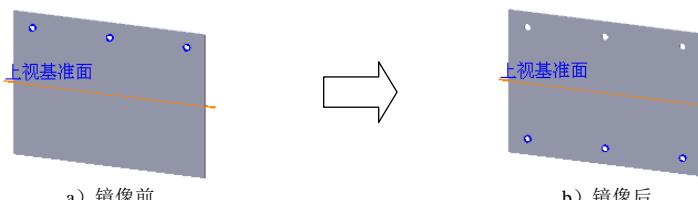

图 17.2.9 镜像 2
Step6. 创建图 17.2.9 所示的镜像 2。选择命令。选择下拉菜单 **插入(I)** → **阵列/镜向(E)** → **镜向(M)...** 命令。在设计树中选择上视基准面为镜像基准面，在设计树中选择孔 1、孔 2 和镜像 1 为镜像 2 的对象。单击对话框中的 **√** 按钮，完成镜像 2 的创建。